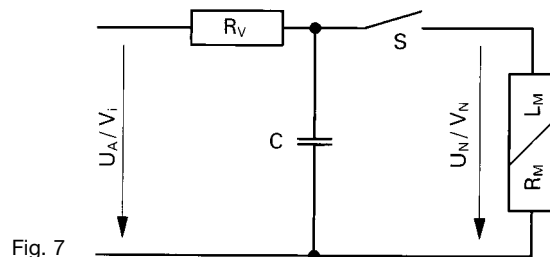

Fig. 7
8.4.3 Vorwiderstand und Kondensator (Fig. 7)
8.4.3 Series resistance with capacitor (Fig. 7)